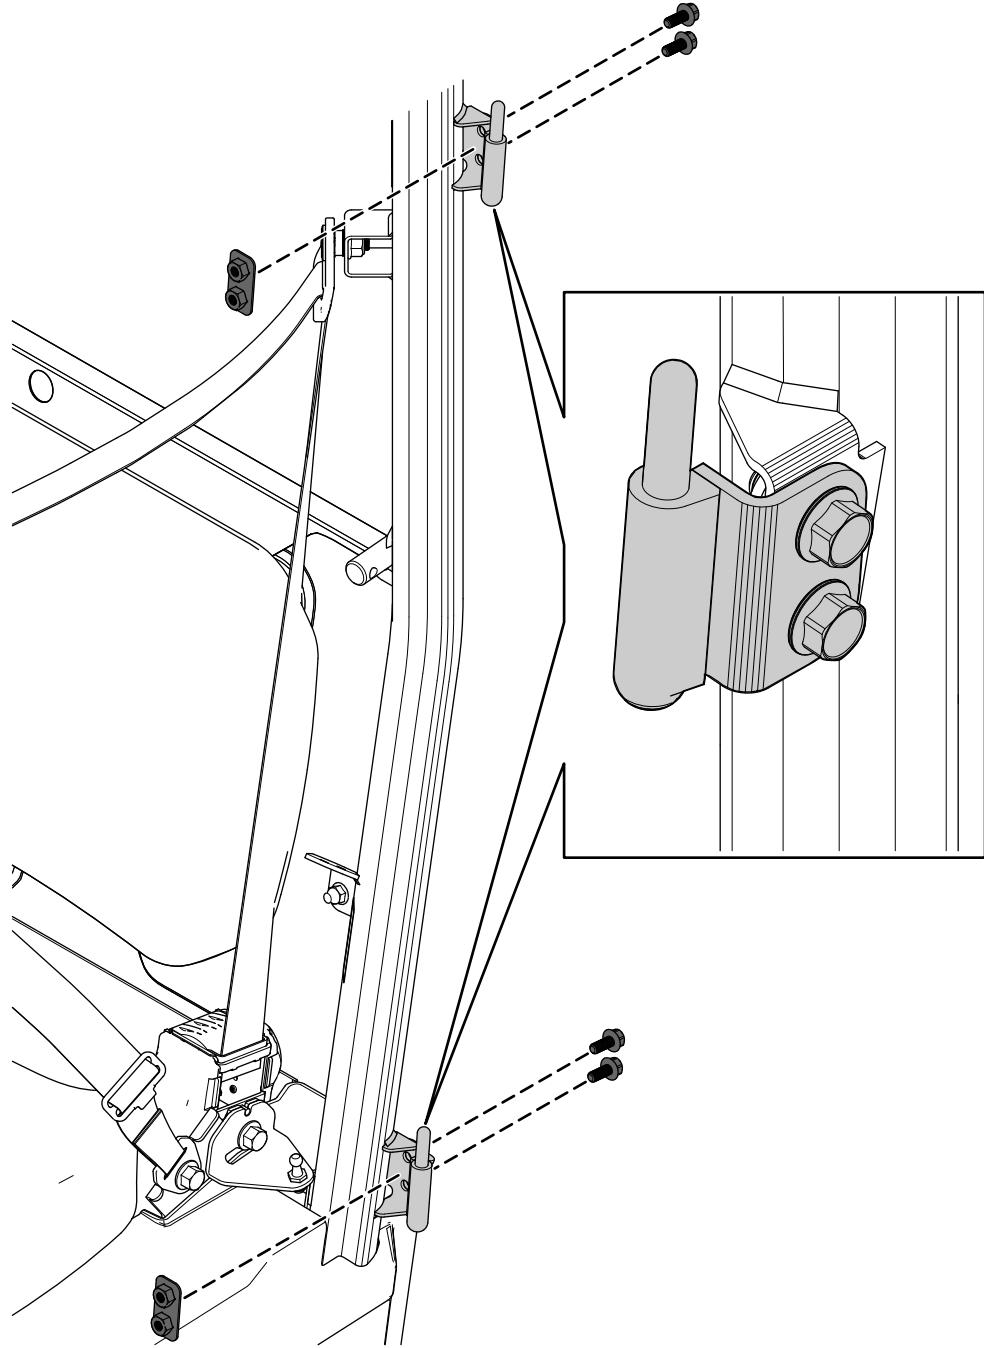

Рисунок 5
- Прикрепите, не затягивая, 2 левых дверных петли к кронштейну оси поворота двери на конструкции защиты оператора при опрокидывании машины (ROPS) с помощью 4 болтов с фланцем (M8 x 20 мм) и 2 пластин с резьбой (Рисунок 5).
- Когда дверь будет правильно выровнена относительно ROPS, затяните 4 болта с фланцем (M8 x 20 мм), показанные на Рисунок 5, с моментом 26 Н·м.